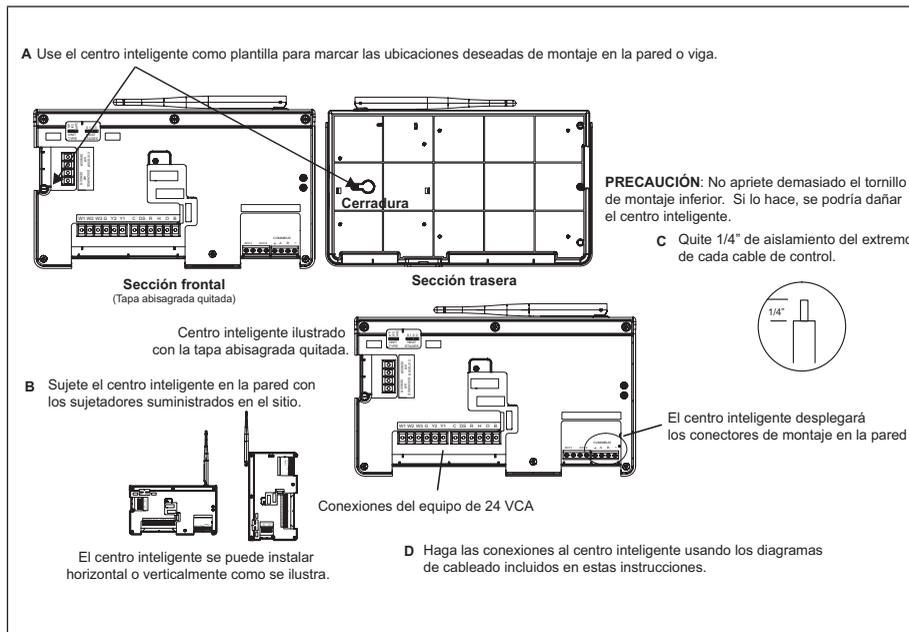

Figura 17. Instalación del centro inteligente
2. Utilice el siguiente procedimiento indicado en la “Figura 17. Instalación del centro inteligente” en la página 12.